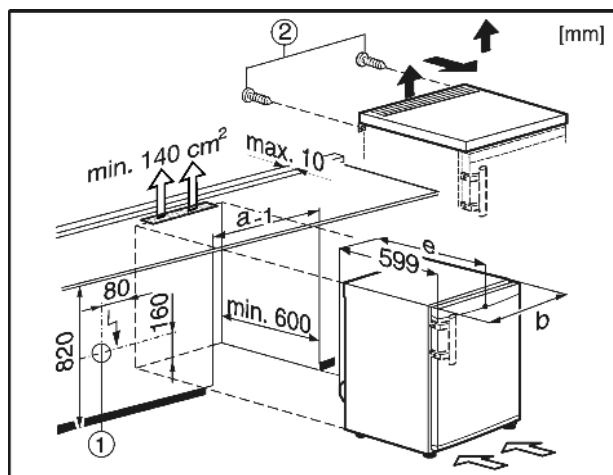

Fig. 7
Розетка Fig. 7 (1) при этом должна располагаться не у задней стенки устройства и быть легко доступна.
- ▶ Удалите болты Fig. 7 (2) на задней стенке.